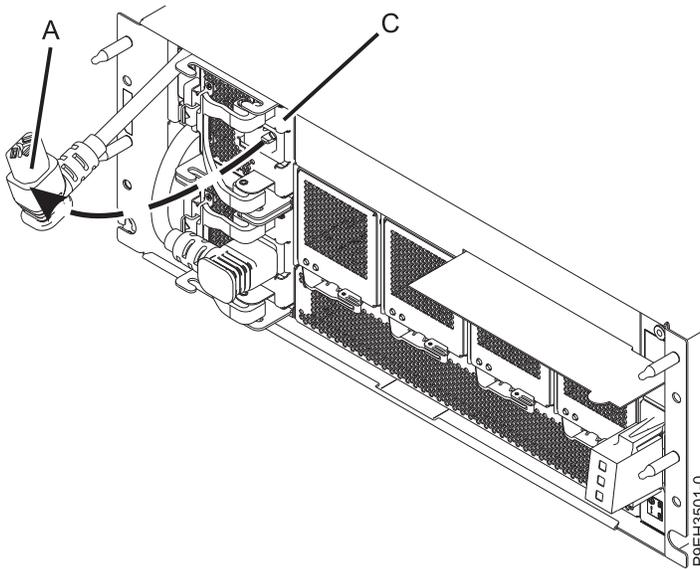

Abbildung 4. Netzkabel vom Netzteil im Einschub für EMX0-PCIe3-Erweiterungen abziehen
2. Ziehen Sie das Netzkabel vom Netzteil ab, indem Sie das Netzkabel (A) aus dem Netzteil (C) in die Richtung ziehen, die in Abb. 4 dargestellt ist.